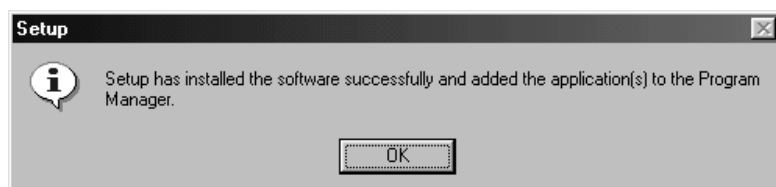

Figura 7: Installazione completa
4. Cliccare su 'OK' per procedere con l'installazione. Completata l'installazione, sullo schermo appare la figura 7.